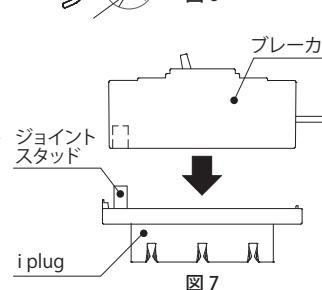

図 7
- ③i plug のジョイントスタッドにブレーカ（六角ナットを取り出した部分）を差し込むように取り付けてください。(図 7)